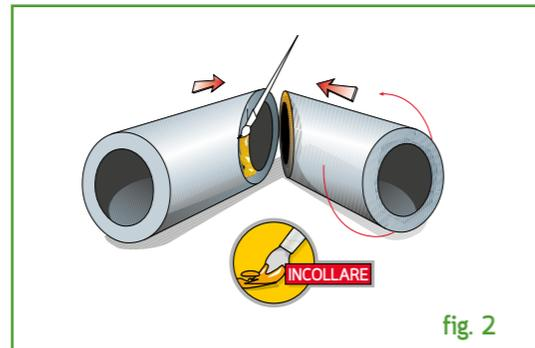

fig. 2
2) Ruotare una delle due parti e incollarle formando un angolo retto. (fig 2)